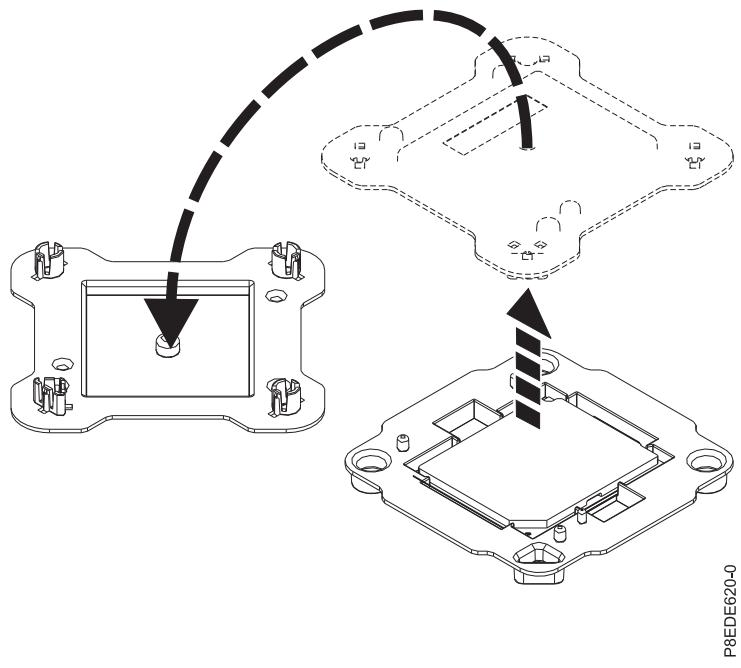

図 4. システム・プロセッサー・モジュールのパッケージを開く
5. 新しいシステム・プロセッサー・モジュールのパッケージを開き、カバーを上下逆にしてトレイの隣に置きます (7 ページの図 4 を参照)。カバーは、再取り付けするシステム・プロセッサー・モジュール